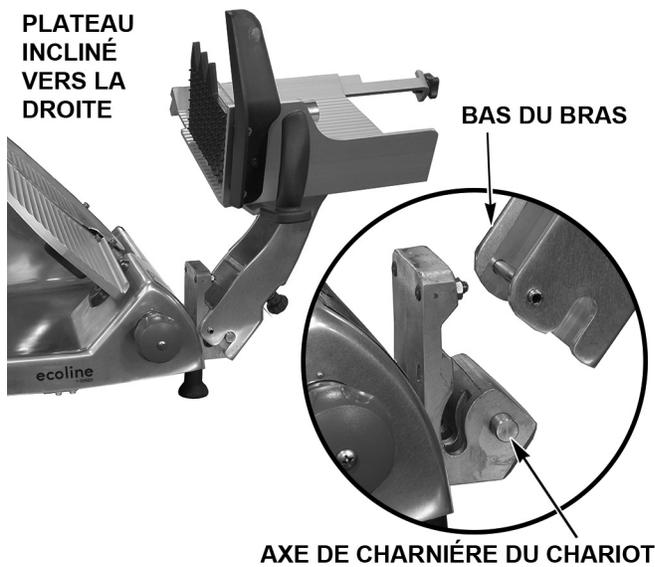

Fig. 7
- Desserrez le bouton (Fig. 7) sur le bras. Inclinez le plateau vers la droite (Fig. 7).